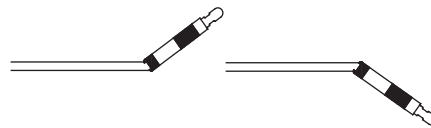

Figura 6
- Em seguida, endireite novamente o introdutor e continue a dobrá-lo e a endireitá-lo até o tubo do introdutor se abrir e expor o elemento de libertação (Figura 6).